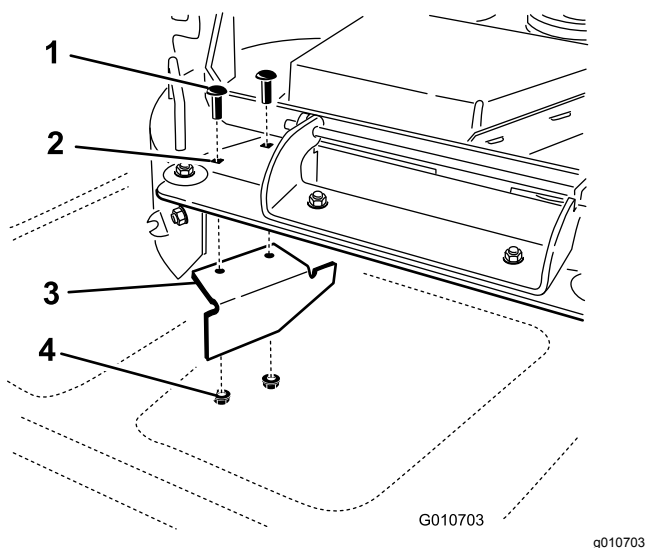

Figura 36
14. Nel sacchetto delle parti sciolte, individuate il deflettore di chiusura. Rimuovete gli elementi di fissaggio dai fori posteriori della piastra di scarico. Montate il deflettore nell'apertura di scarico laterale sul piatto di taglio (**Figura 36**).